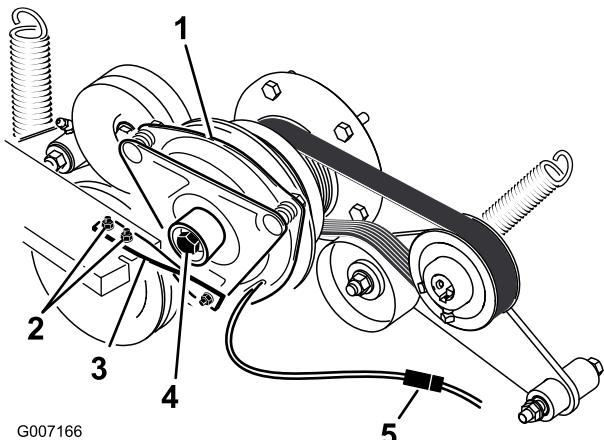

Figura 62
- 5. Desenchufe el conector eléctrico del embrague (Figura 62).
- 2. Pernos (2) y tuercas de la correa del embrague
- 6. Retire los pernos que sujetan la correa de goma del embrague al bastidor del cortacésped (Figura 62).
- 7. Retire el perno central que sujetá el embrague al eje del motor, y retire el embrague y la chaveta (Figura 62).
- 14. Sujetando el cigüeñal en la parte trasera de la máquina, instale el perno central y apriételo a 68 N·m (Figura 62).
- 15. Instale la correa de goma del embrague al bastidor del cortacésped con los dos pernos y tuercas que se retiraron anteriormente (Figura 62).
- 17. Enchufe el conector eléctrico del embrague (Figura 62).